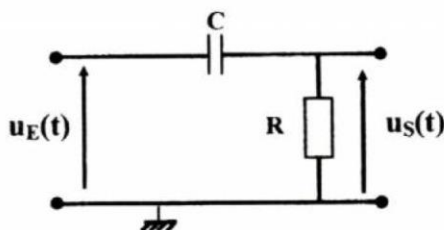

Fig. 4a
B- On considère les quadripôles schématisés par les figures 4a et 4b. Avec les dipôles R et C précédents, on réalise l'un des deux quadripôles donnés par les figures 4a et 4b, avec $u_E(t)$ la tension d'entrée et $u_S(t)$ la tension de sortie.
- d- Identifier, parmi les figures 4a et 4b, le schéma du quadripôle étudié.